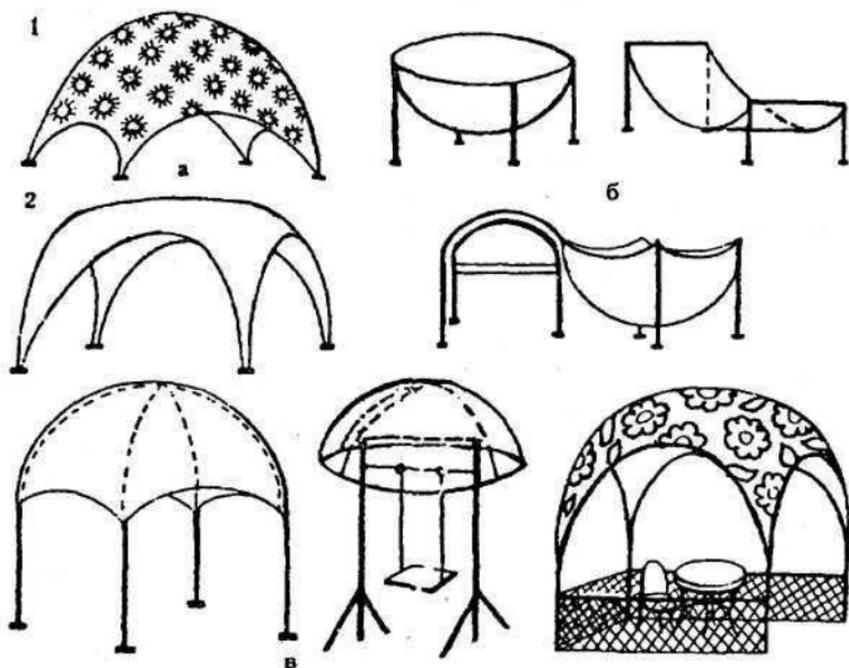

Рис. 13. Навесы из самодельного пластика
чится одной формы. Если нити ткани будут расположены по диагонали (под углом 45° к краю полотнища)—другой формы. *Нарис. 13 а*, показаны два купола из одинаковых квадратных полотнищ. У одного (1) нити идут параллельно краям, у другого (2) - по диагонали.
Если на полотнище нашить усиливающую тесьму, например, крестообразно, то форма купола изменится. *Нарис. 13 б*, показаны варианты получения различных форм навесов, при этом используют специальные подставки из гнутой фанеры, труб, досок, покрытых или обернутых полиэтиленовой пленкой (благодаря этому ткань не приклеивается к подставкам).
При создании большой оболочки необходимо тщательно продумать и изготовить для нее устойчивый каркас. Его обычно делают из металлических прутьев или тонких труб (рис. 13 в).